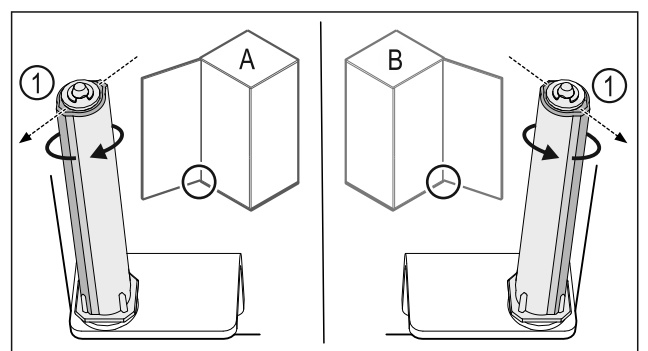

Fig. 30 Ovi avautuu vasemmalle (A) / ovi avautuu oikealle (B)
- ▶ Kierrä sulkuyksikköä vastusta vasten niin pitkälle, että sulkujärjestelmän porras Fig. 30 (1) osoittaa ulospäin.